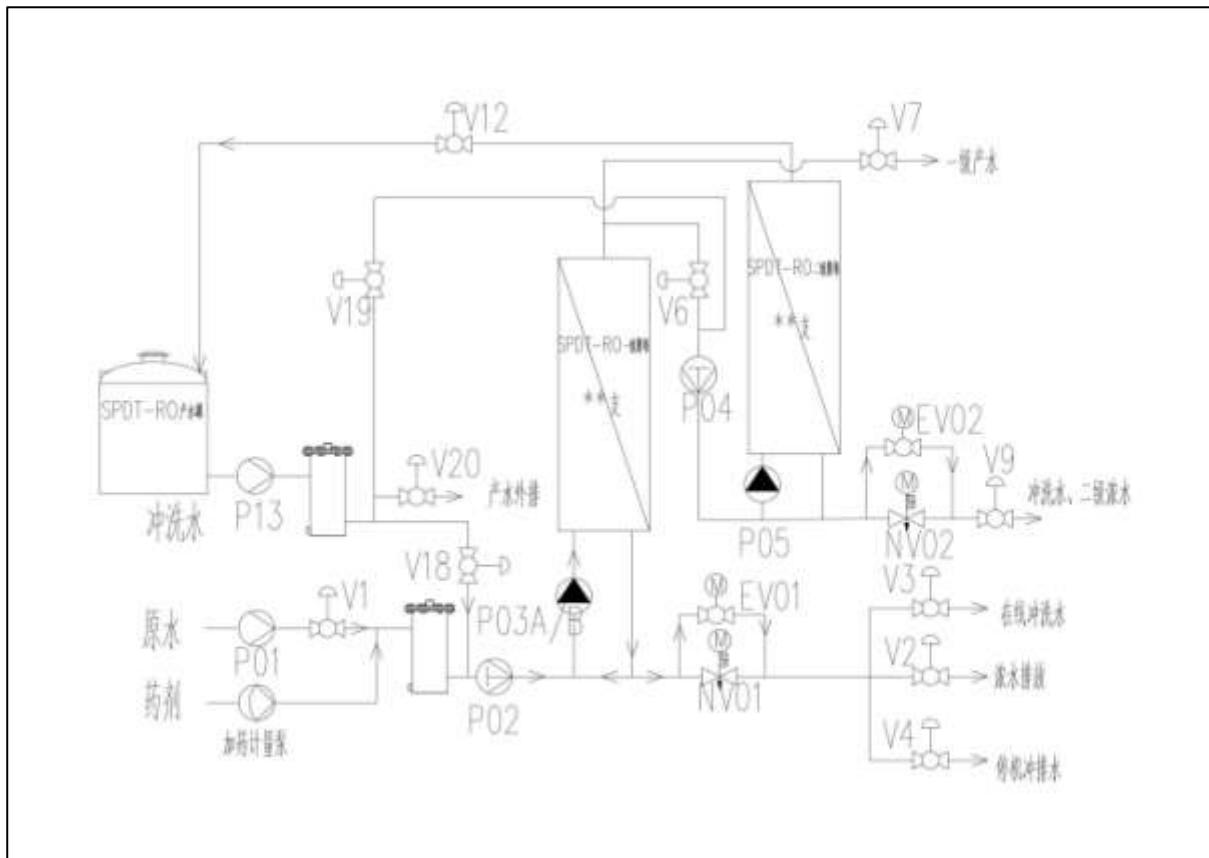

图 8：双级 SUPER DT 典型系统运行管路图
- (1) 检查所有的管路是否正确连接完毕，并在开始运行以前用清水冲洗干净。图 8 显示一个典型的系统管路图示例；
- (2) 系统启停同原水箱、产水箱、浓水箱液位联动并检测所有泵是否存在故障、阀门状态是否正常，需设置报警提示并及时进行故障恢复；
- (3) 开启一级浓水回流阀 (V3)，关闭一级浓水阀 (V2)；
- (4) 开启进水增压泵 (P01)，延时 T1 值 (T1 值可设，建议大于 60s) 开启一级柱塞泵 (P02)，延时 T2 值 (T2 值可设，应不得小于 30s) 同时开启一级循环泵 A (P03A) 和一级循环泵 B (P03B)，循环泵的启动分 2 个阶段进行，第一阶段 0-20HZ 为一个加速阶段（变频器加速时间不得小于 60s），20HZ 到设定频率为一个加速阶段（变频器加速时间不得小于 60s），